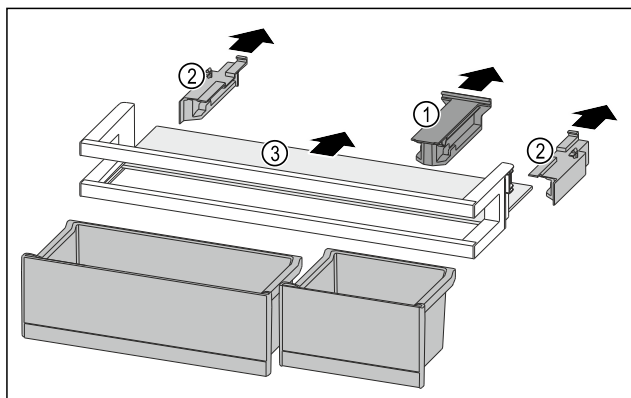

Fig. 117
- Stiahnite prídržný diel Fig. 117 (1).
- Stiahnite bočnice Fig. 117 (2).
- Odoberte odkladaciu plochu Fig. 117 (3).